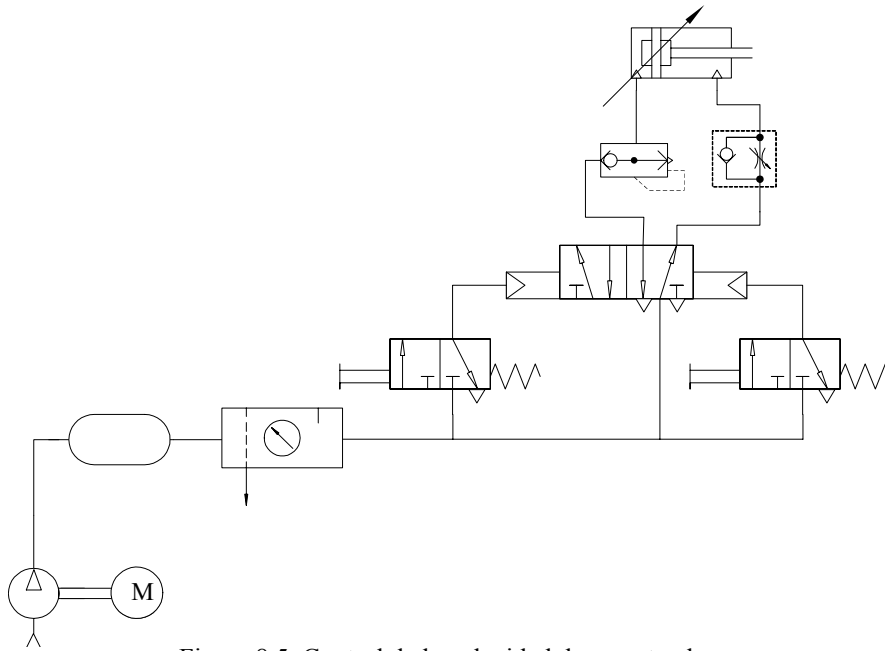

Figura 8.5. Control de la velocidad de un actuador.
31. Armar el circuito que se muestra en la figura 8.5.